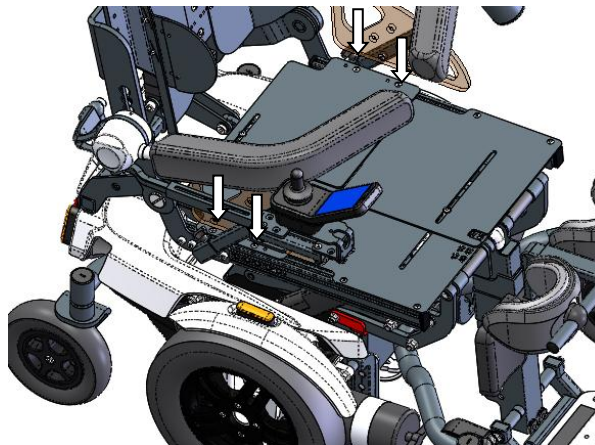

Figure 12 : Réglage profondeur tôles d'assise
- Desserrez les deux vis des plaques arrière d'assise. (Voir figure 12)